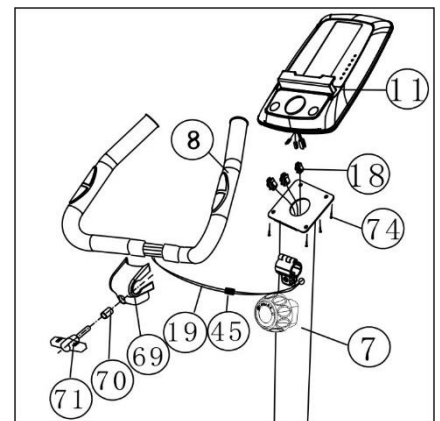

Figure 4
b. Conectati cablurile de computer (18) si senzorii de puls (19), la computerul (11) iar surplusul de cabluri introduceti-l in postamentul de ghidon (7). Desurubati suruburile cap cruce M5×10 (74) de pe computerul (11), si folositi-le pentru a fixa computerul (11) de partea de sus a postamentului de ghidon (7). (Refer. figure 4)